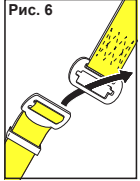

Рис. 6
- протяните по очереди набедренные лямки между ног и соедините их застёжки (Рис. 6);